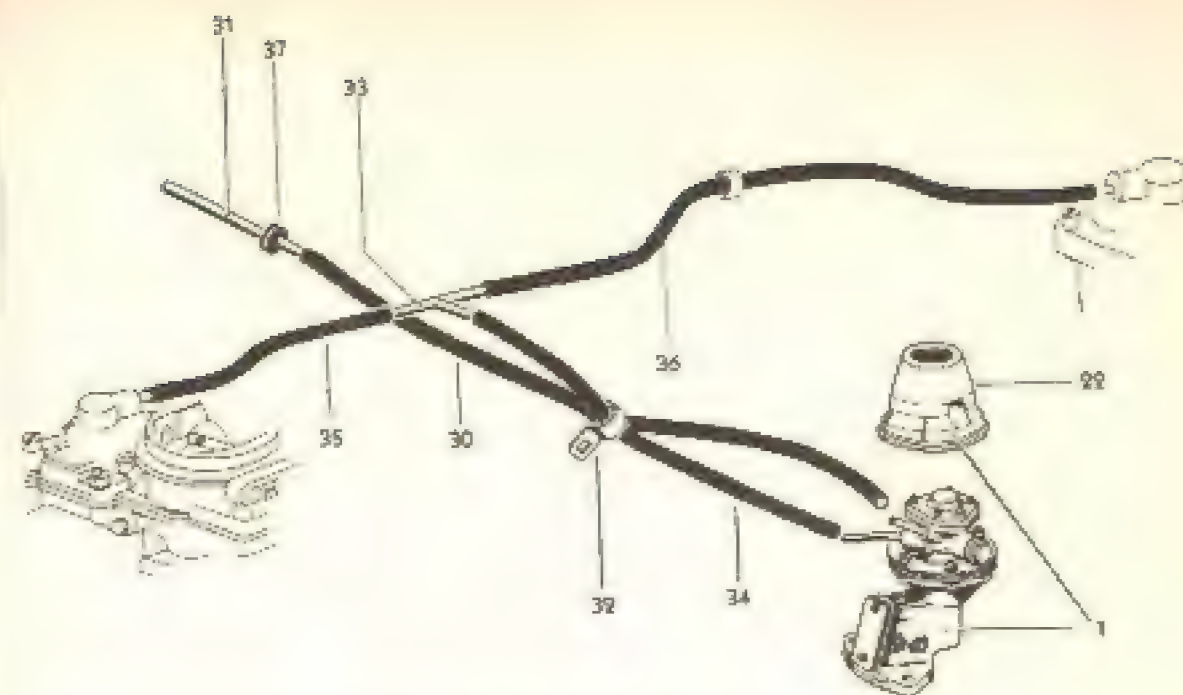

Fig. 9-V — Bomba de gasolina e tubos de distribuição do sistema de alimentação
O tubo de saída (34, Fig. 9-V) vai ter a uma conexão em "T" (33) à qual se ligam os dois tubos (35 e 36) que alimentam os dois carburadores. A bomba é protegida por uma capa de proteção (22).